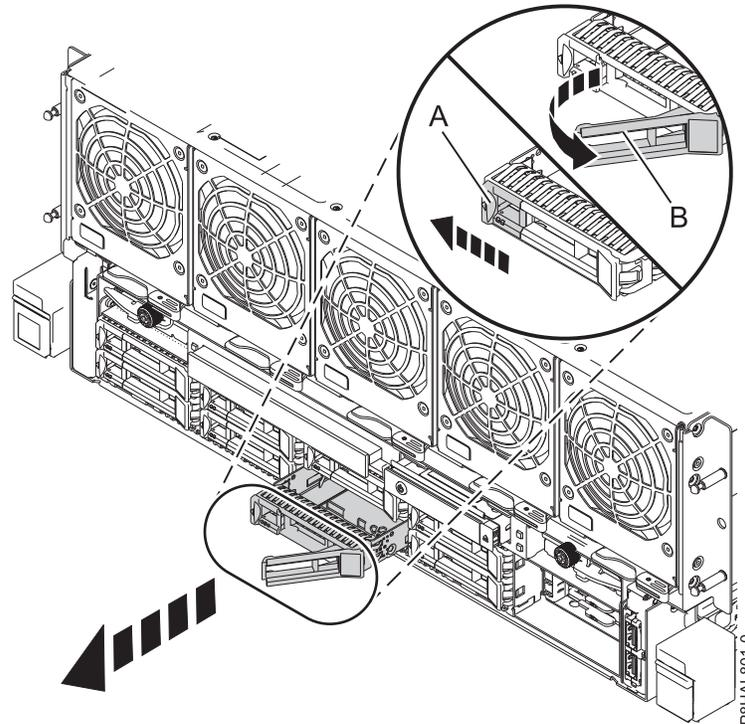

図 5. ディスク・ドライブの取り外し
- a. 7 ページの図 5に示すように、ハンドル・ラッチ **(A)** を押し、手前に引いてドライブ・ハンドル **(B)** をアンロックします。ハンドルが完全に引き出されていないと、ディスク・ドライブをスライドさせてシステムから引き出すことができません。